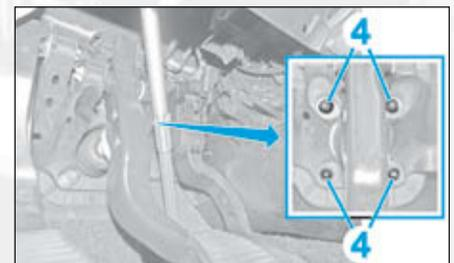

FIG.15
- Déposer les écrous (4) (Fig.15).